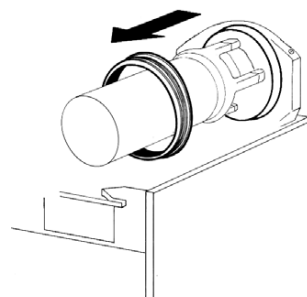

Bild 10
- 4** Die Behälterdichtung aus ihrem Sitz entfernen (Bild 10).